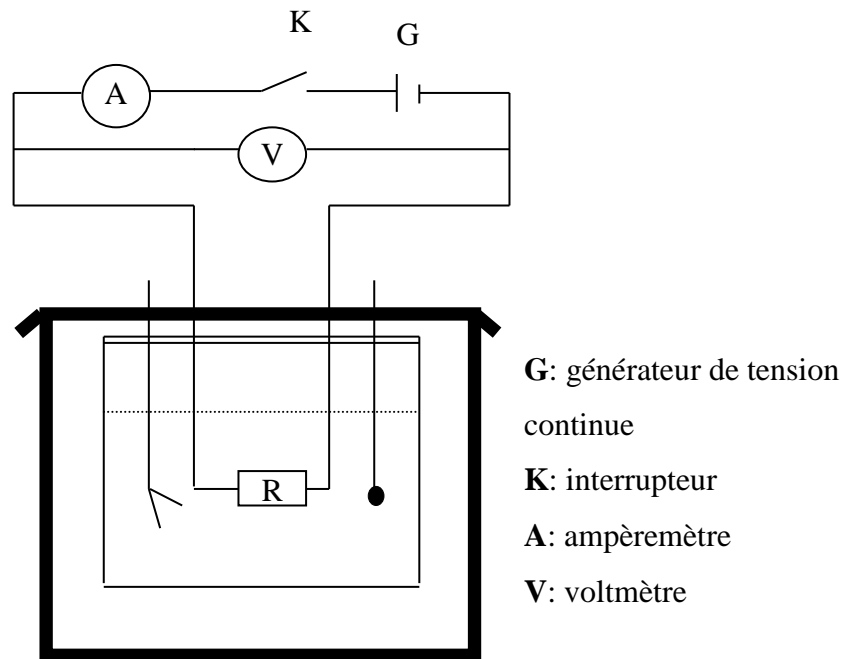

Figure 2 : Montage électrique utilisé.
Pour cela on immerge une résistance électrique chauffante R dans le calorimètre (de valeur en eau μ_0) contenant une masse m_0 d'eau. Cette résistance est traversée par un courant I sous une tension continue U dont les valeurs sont indiquées respectivement par l'ampèremètre (A) et le voltmètre (V) (figure.2).